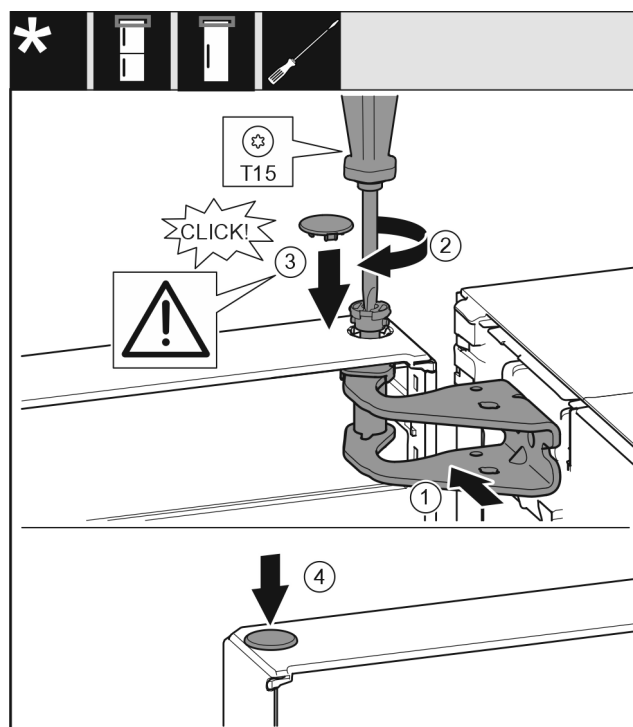

Fig. 20
- ▶ Выверните дверь вверх по отверстию в опорном кронштейне Fig. 20 (1).
- ▶ Вставьте палец Fig. 20 (2) и затяните отверткой.
- ▶ Установите крышку Fig. 20 (3).
- ▶ Проследите за тем, чтобы крышка Fig. 20 (3) прилегала к дверям.
- ▶ Установите крышку Fig. 20 (4).